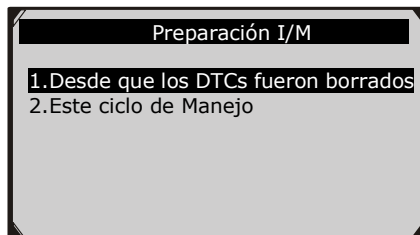

Figura 6.20
- 3) Si el vehículo soporta ambos tipos de prueba, entonces ambos tipos se mostrarán en la pantalla para selección. (Figura 6.20)